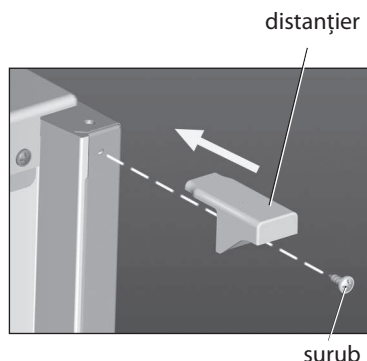

Figura 4
- în conformitate cu Figura 4: instalați și fixați fiecare șurub;